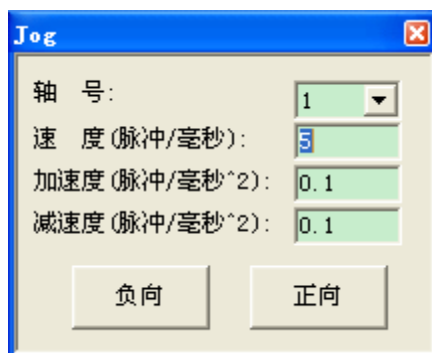

图 4-14 Jog 模块界面
- (1) 首先请确认控制器与端子板、端子板与驱动器之间已正确可靠连接（注意：68pin 屏蔽电缆 DB 头上的插针较细，连接时注意对准，防止插针顶弯导致端子板和主卡通讯出错）。
- (2) 启动 MCT2008，确认计算机与控制器之间通讯正常。
- (3) 按照上面脉冲模式的设置，无效掉限位和驱动报警，写入控制器，然后查看轴状态，确认轴不存在如报警、限位等异常状态。
- (4) 点击轴状态面板上的“伺服使能”，使能该轴。
- (5) 单击“视图”->“JOG”菜单项调出 Jog 面板，在“轴号”下拉框中选择控制轴。如图 4-14 所示。